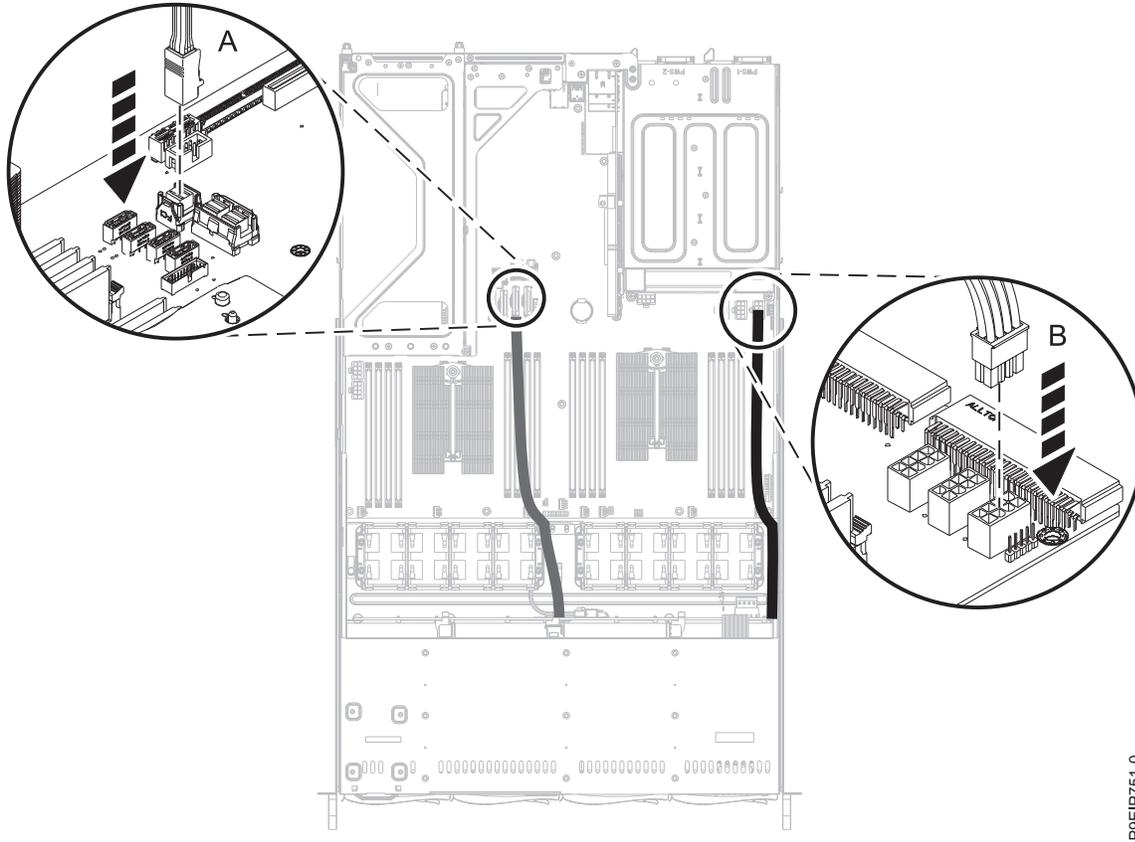

Figura 53. Sustitución del cable del interruptor de la cubierta
22. Con cuidado haga pasar el cable de señal de la unidad de disco (A) y el cable de alimentación (B) por la barrera aislante del ventilador hasta el área de la placa posterior del sistema. Vuelva a colocar los cables de señal y de alimentación de la unidad de disco en la placa posterior del sistema tal como se muestra en la Figura 53 en la página 55.